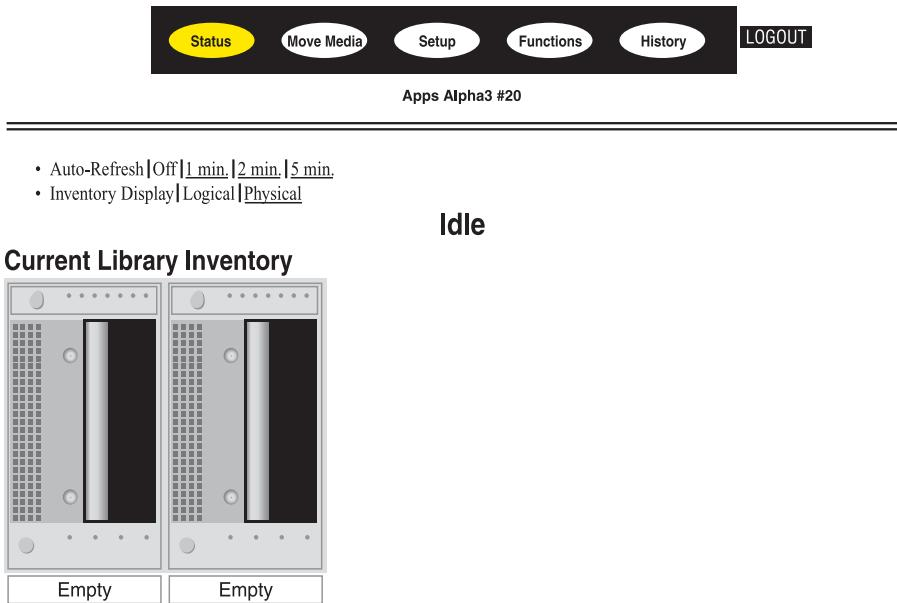

Abbildung 67 Statusbildschirm
3. Klicken Sie auf die Library, um den Statusbildschirm zu öffnen (siehe Abbildung 67).